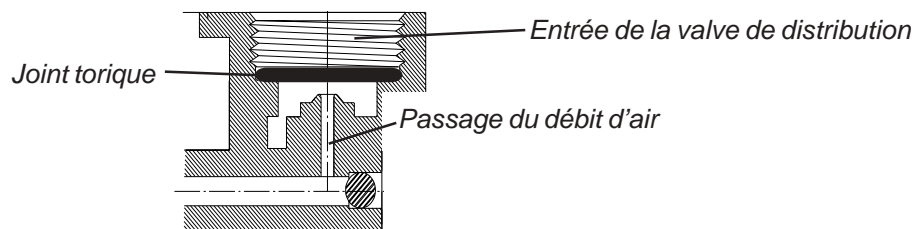

FIGURE 3 - RETRAIT / INSTALLATION DES JOINTS TORIQUES
Remplacement des valves pilotes à membrane et des joints toriques (FIGURES 3 & 4).
15. Répétez le **PROCESSUS DECRIT DANS LA FIGURE 3** pour l'autre valve-pilote.